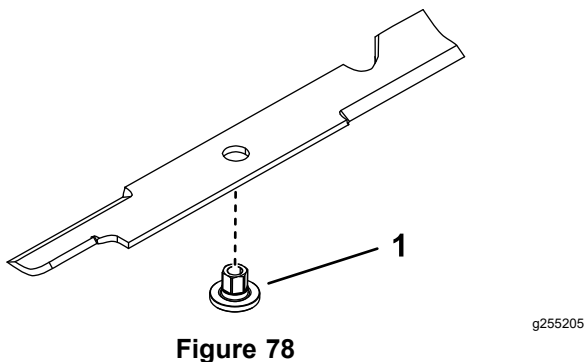

Figure 78
1. Insérez la douille dans la lame en plaçant l'embase sur le côté inférieur (côté herbe) de la lame (Figure 78).